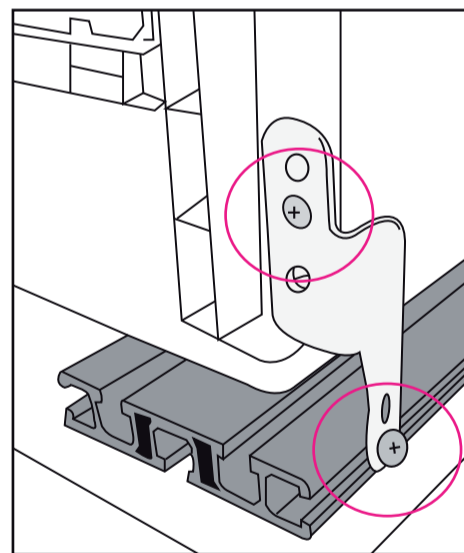

Figura 14
L'assemblaggio tra il Profilo di Supporto (1) e il corpo dell'asciugatrice viene completato sulla parte posteriore dell'asciugatrice. (Figura 14)